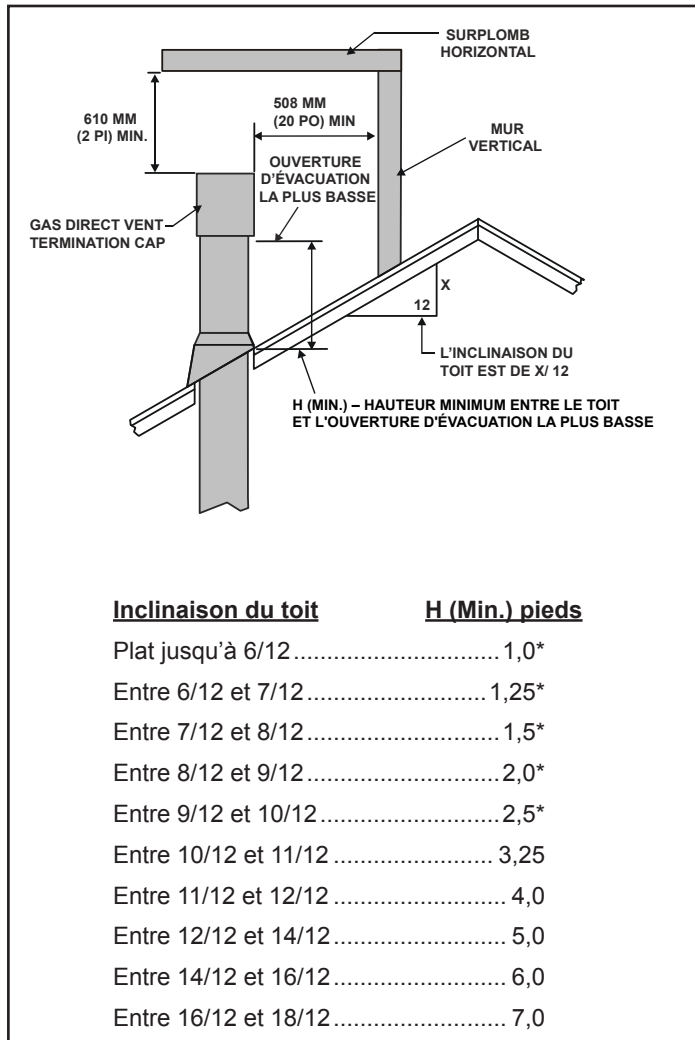

Figure 7.11 Hauteur minimum entre le toit et l'ouverture d'évacuation la plus basse
- Prenez connaissance des exigences minimales de hauteur pour déterminer la longueur du conduit d'évacuation devant traverser le toit selon différentes inclinaisons de toit (figure 7.11).